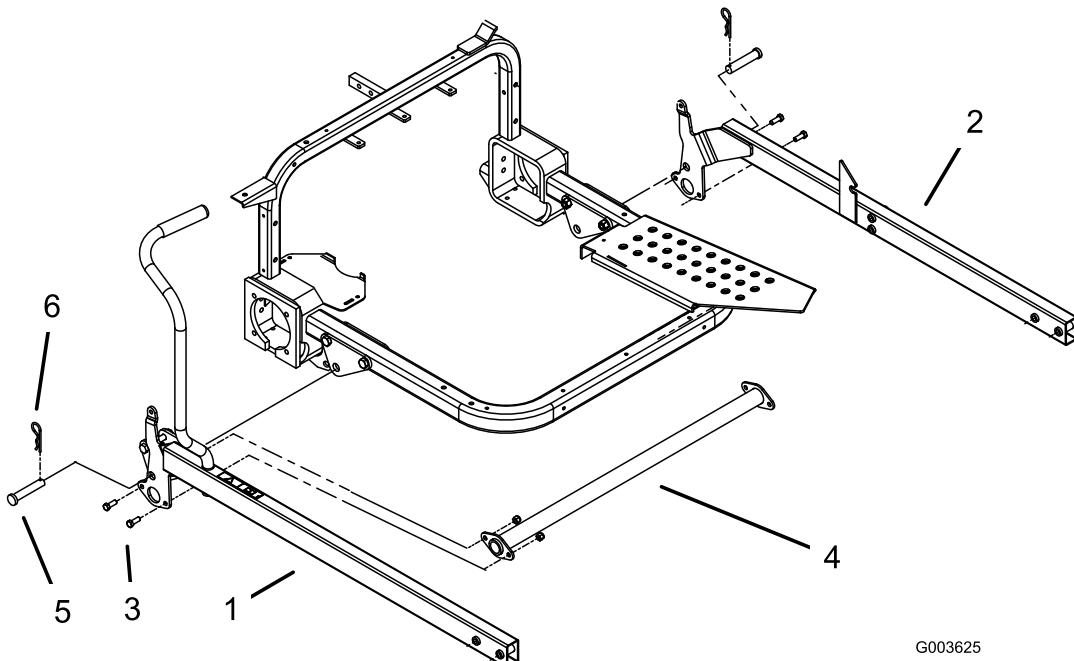

Figura 4
1. Posizionate i bracci di sollevamento in modo che il foro di montaggio di ogni loro staffa sia allineato con i fori nella staffa di montaggio (Figura 4).
2. Fissate il braccio di sollevamento destro sulla staffa di montaggio con un perno con testa e la coppiglia (Figura 4).
3. Fissate senza serrare un'estremità del tubo di torsione al braccio di sollevamento destro con 2 bulloni (3/8 x 1 poll.) e dadi di bloccaggio (3/8 poll.); fate riferimento alla Figura 4.
4. Fissate il braccio di sollevamento sinistro sulla staffa di montaggio con un perno con testa e la coppiglia (Figura 4).
5. Fissate senza serrare l'altra estremità del tubo di torsione al braccio di sollevamento sinistro con 2 bulloni (3/8 x 1 poll.) e dadi di bloccaggio (3/8 poll.); fate riferimento alla Figura 4.
4. Serrate i bulloni e i dadi di bloccaggio che fissano le estremità dei tubi di torsione ai bracci di sollevamento (Figura 4).